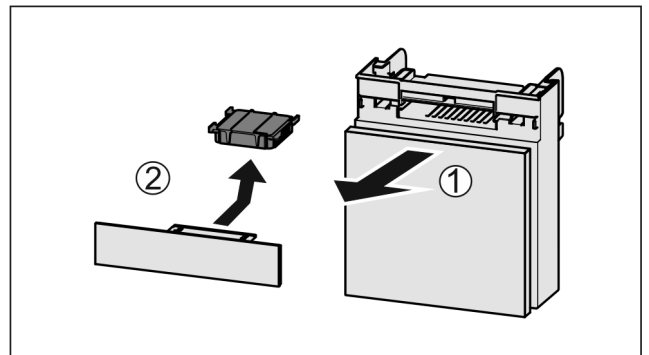

Fig. 34
- Fach nach vorne herausziehen Fig. 34 (1).
- Aktivkohlefilter entnehmen Fig. 34 (2).